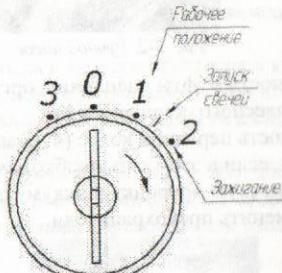

Рис.3-5. Ключ зажигания
- 4.) Для предварительного подогрева двигателя свечами подогрева (Уралец 180, Уралец 220) поверните ключ зажигания в положение между зажиганием и рабочим положением (рис. 3-5), при этом указатель на амперметре должен уйти в
- 5.) Поверните ключ зажигания в пусковое положение 2 (рис.3-5) по часовой стрелке. Держите его правой рукой. Коленвал двигателя должен начать вращаться. Спустя 3 секунды после начала вращения необходимо вернуть рычаг декомпрессора в исходное положение (для закрытия клапанов). Ключ зажигания необходимо удерживать до запуска двигателя. После отпускания ключ вернется в рабочее положение 1.